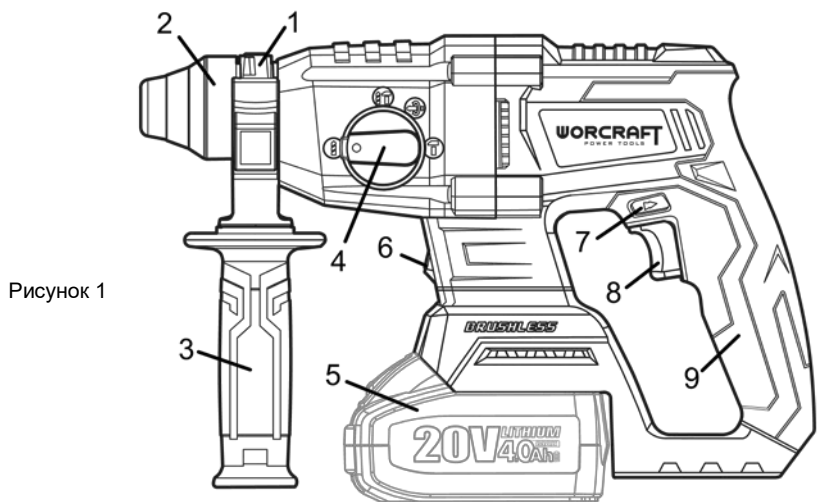

Рисунок 1
4.1 Після під'єднання акумуляторної батареї, виберіть необхідний режим роботи виробу за допомогою перемикача (4) (див. рисунок 1).
Для ввімкнення виробу натисніть на пускову кнопку (8, рисунок 1) з необхідним зусиллям для обраної швидкості обертання двигуна. Для вимкнення виробу слід кнопку відпустити.